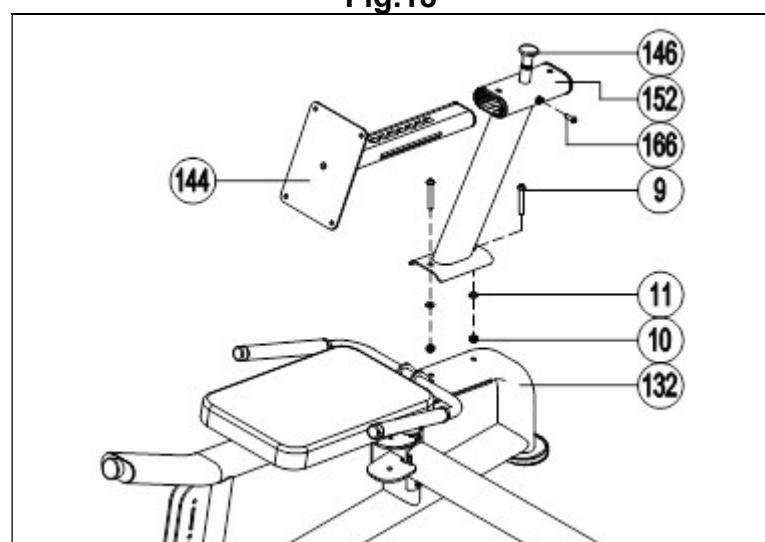
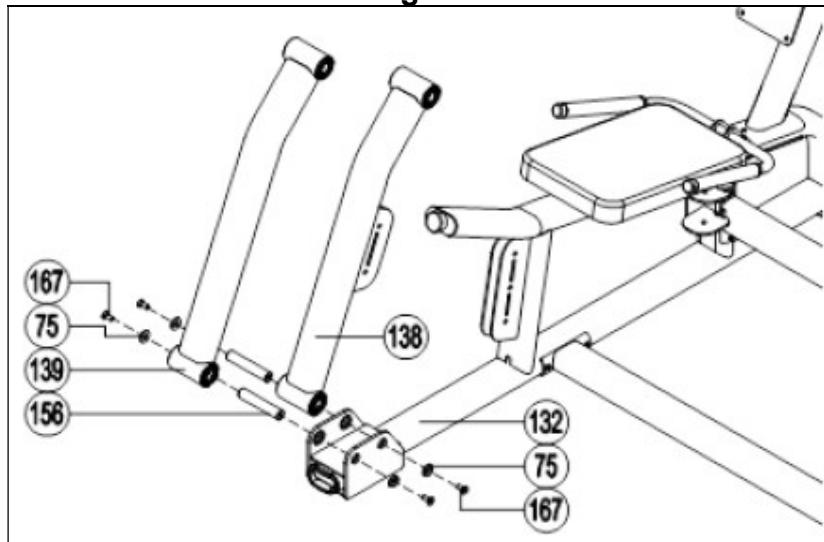

Fig.19
Fig.20
19.- Inserte el casquillo (156) en el tubo interior (138). Coloque el tubo interior (138) en la estructura (132) alineando los orificios y fíjelo con los tornillos (167) y las arandelas (75), Fig.19.
Repita el mismo proceso con el tubo exterior (139), Fig.19.
20.- Inserte el casquillo (156) en el tubo interior (138) y exterior (139). Coloque el brazo (141) en el tubo interior
(138) y exterior (139) alineando los orificios y fíjelo con los tornillos (167) y las arandelas (75), Fig.20.
Coloque el respaldo (155) al soporte (144) y atornille con los tornillos (166), Fig.20.